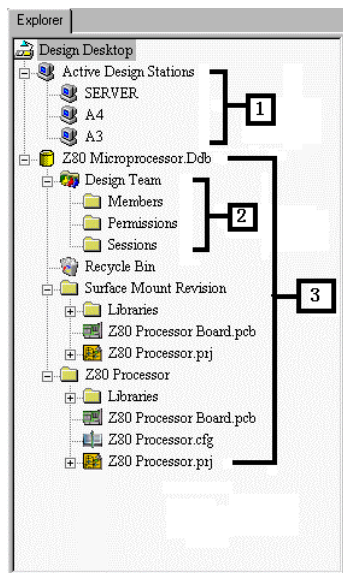

图 1-3 导航面板
在管理面板中,Protel 99 的设计管理器提供了一个如同 Windows 资源管理器一样的、有着树状分层结构数据库的导航树,其功能是对用户打开的设计数据库中的文档和文件夹提供方便、直观的导航,如图 1-3 所示。
- 1 号区表示当前网络中正在使用 Protel 99 的所有计算机。（如在图 1-3 中，有 SERVER、A4 和 A3 三台计算机正在使用）；